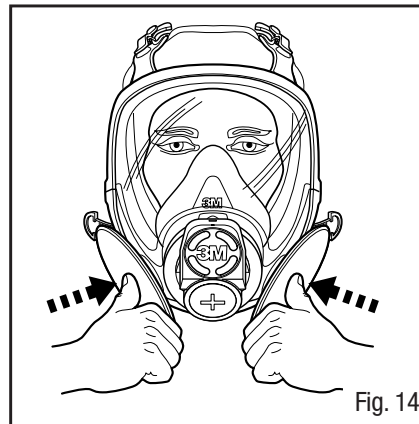

Fig. 14
1. Placer les pouces au centre des filtres, réduisant ainsi le débit d'air dans les filtres, et inhaler doucement. Si le masque s'affaisse légèrement, qu'il se resserre sur le visage et qu'on ne détecte aucune fuite d'air entre le visage et le masque, l'ajustement est bon (Fig. 14).